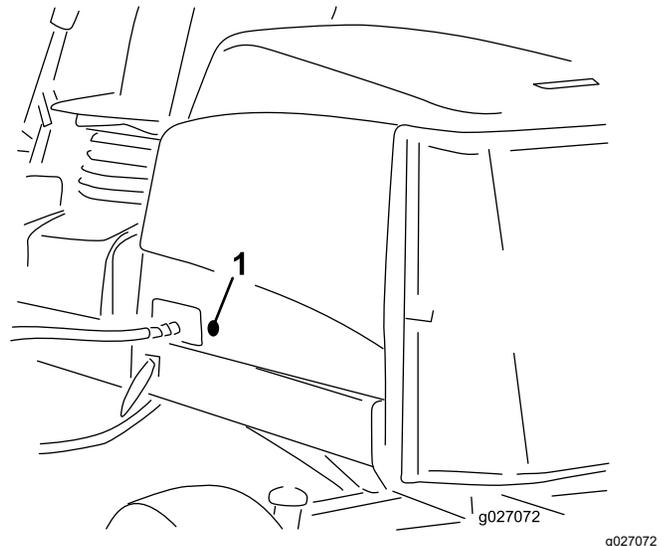

図 19
2. フードの左側についているゴム製のハトメを取り外す 図 19。